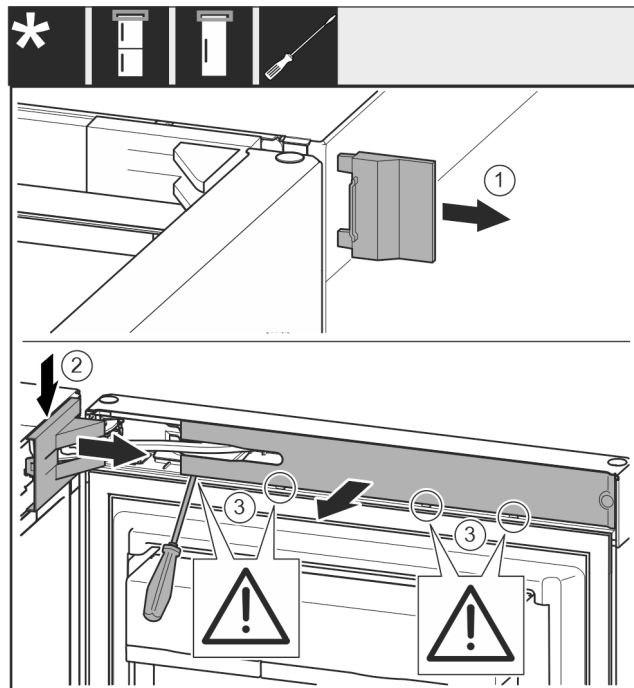

Fig. 8
- ▶ Detașați apărătoarea exterioară. Fig. 8 (1)
- ▶ Deblocați și desfaceți apărătoarea suporturilor de lagăr. Detașați apărătoarea suporturilor de lagăr. Fig. 8 (2)
- ▶ Deblocați masca cu șurubelnița plată și pivotați-o în lateral. Fig. 8 (3)